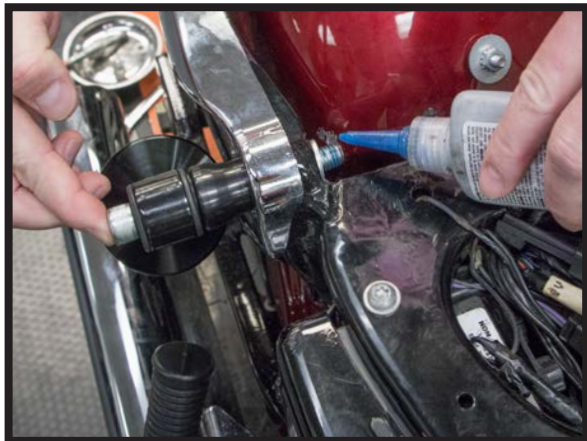

FIGURE 26
13. JACK THE MOTORCYCLE UP TO ALIGN THE UPPER SHOCK EYE TO THE MOUNT HOLE IN THE FRAME. USING THE INCLUDED LONGER BOLT AND SPACER, ATTACH THE UPPER SHOCK EYE TO THE FRAME AS SHOWN BELOW. APPLY BLUE LOCK-TITE TO THE BOLT BEFORE TIGHTENING THE NUT TO THE FACTORY RECOMMENDED TORQUE. (FIGURES 26, 27)